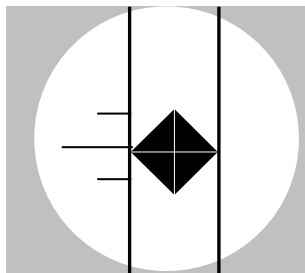

图 5-10 移动右边细线到压痕右尖端
5. 旋转测量鼓轮，使右边细线刚好卡住压痕对角线的右尖端。见图 5-10。